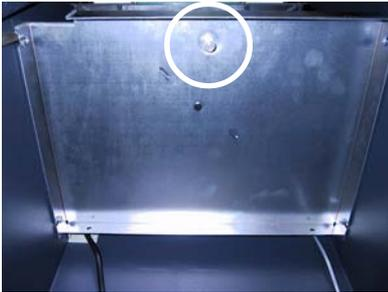
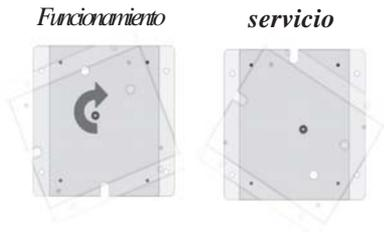

Figura 5. Ubicación del perno que libera la placa giratoria en la superficie inferior de la bandeja del dispensador.
Figura 6. Rote la placa giratoria.
- Si la placa giratoria no está en la posición del servicio, tire hacia abajo en el perno de fijación de la placa giratoria en el superficie inferior de la bandeja según lo demostrado en la Figura 5 y rote la placa giratoria en el sentido de las agujas del reloj hasta que esté en la posición de servicio como mostrado en la Figura 6. Libere el el perno de fijación para trabar la placa giratoria en la posición del relleno.